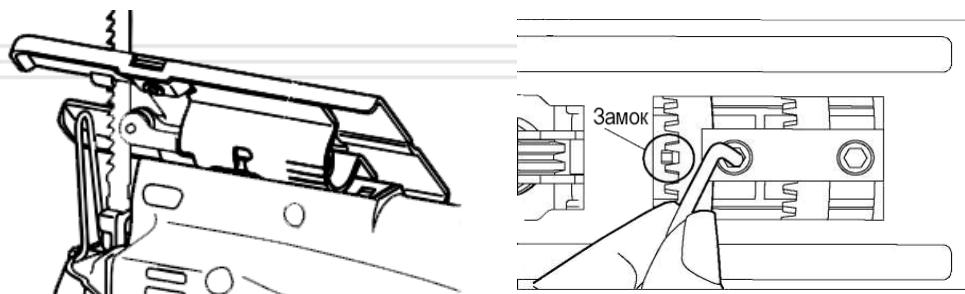

Рисунок 4. Схема налаштування кута розпилу
## 5.2.2 Рерулювання кута розпилу (рис.4, 5)
- Встановіть необхідний кут розпила (див. рисунок 4) та маятниковий хід.